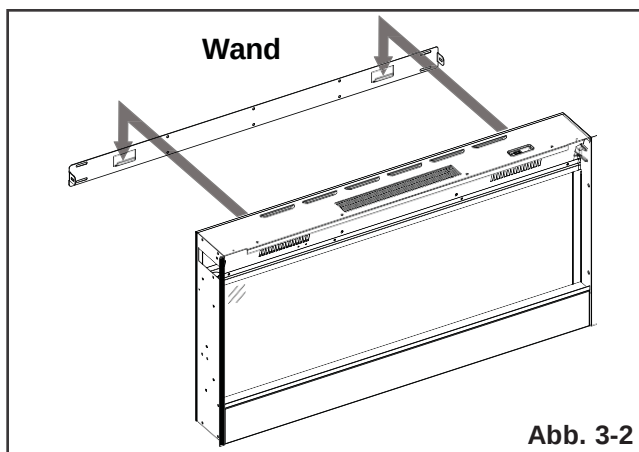

Abb. 3-2
- F. Wenn die Wandhalterung installiert ist, lassen Sie das Gerät von zwei Personen anheben und stecken Sie die beiden Haken an der Halterung in die beiden Schlitzte auf der Rückseite des Gerätes (**Abb. 3-2**).